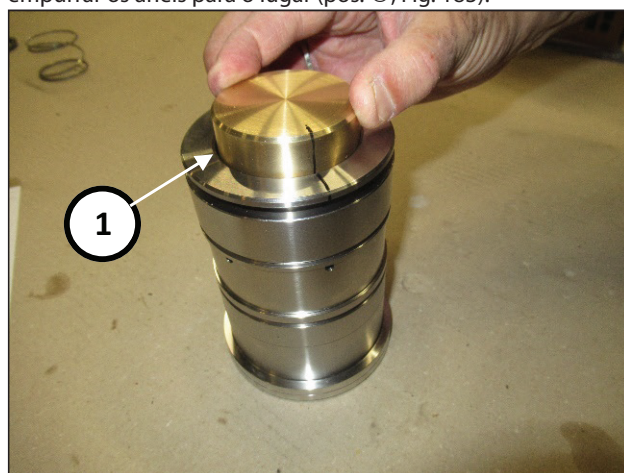

Fig. 183
Use o tampão interno da ferramenta cód. 27945400 para empurrar os anéis para o lugar (pos. ①, Fig. 183).